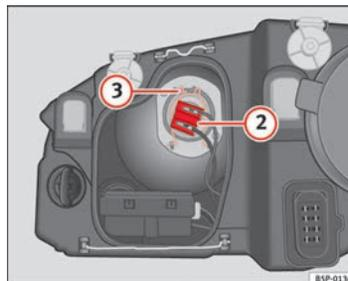

Fig. 188 Médios
- Retirar o conector ⇒ Fig. 188 ② da lâmpada.
- Desengate a mola de fixação ⇒ Fig. 188 ③ pressionando-a para dentro e para a direita